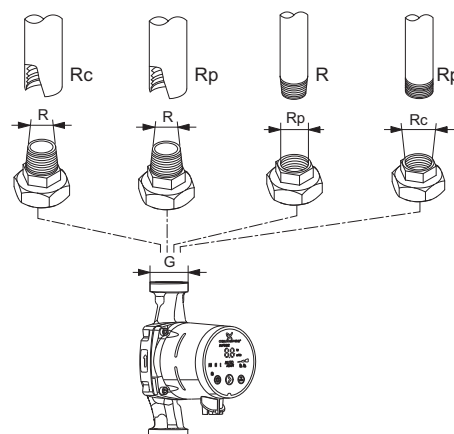

Abb. 25 Beispiele von Gewindearten und Kombinationsmöglichkeiten
Rc bezeichnet ein **kegeliges Innengewinde** meist im Rohr zur Verbindung mit einem **konischen Außengewinde (R)**. Verschraubungseinlegeteile mit Rc-Gewinde sind bei Umwälzpumpen in Europa eher selten bzw. unüblich. Rc-Gewinde waren früher z.T. in England, Irland, Australien, Neuseeland bei Rohren/Verschraubungen im Trinkwasserbereich üblich. Siehe Abb. 25.